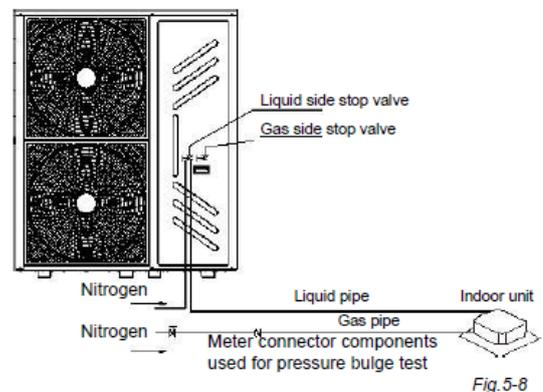

Fig.5-8
- Pas de pression directement au niveau du robinet. (Voir la Fig. 5-8).